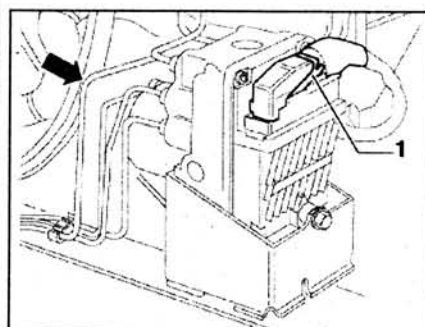

Рис. 7.56. Отсоедините фиксатор 1 и отсоедините разъем проводки блока управления.
2. Отсоедините фиксатор 1 и отсоедините разъем проводки блока управления (рис. 7.56).
8. Отсоедините тормозные трубки от гидравлического блока (рис. 7.56).